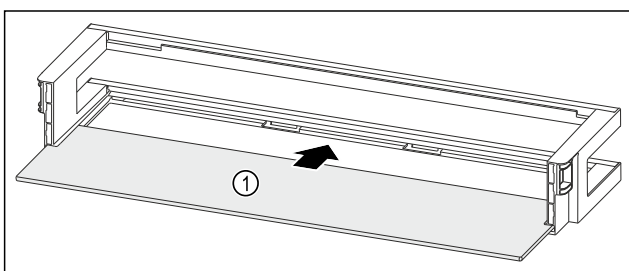

Fig. 119 Дверная полка со съемной полкой
- ▶ Вдвиньте съемную полку Fig. 119 (1) в боковые пазы.